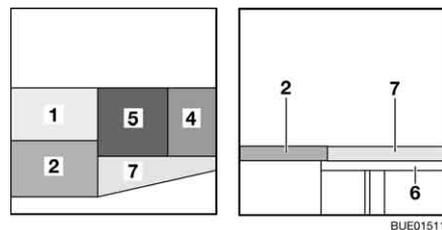

Bild 128 Nach dem Umbau
- Das Sitzpolster (Bild 128,5) in die Mitte legen.
- Das Rückenpolster (Bild 128,4) zwischen das Sitzpolster und die Wand legen.
- Die Bettverbreiterung (Bild 128,6) in die Aufnahmen an den Sitztruhen einhängen.
- Das Zusatzpolster (Bild 128,7) auf die Bettverbreiterung legen.